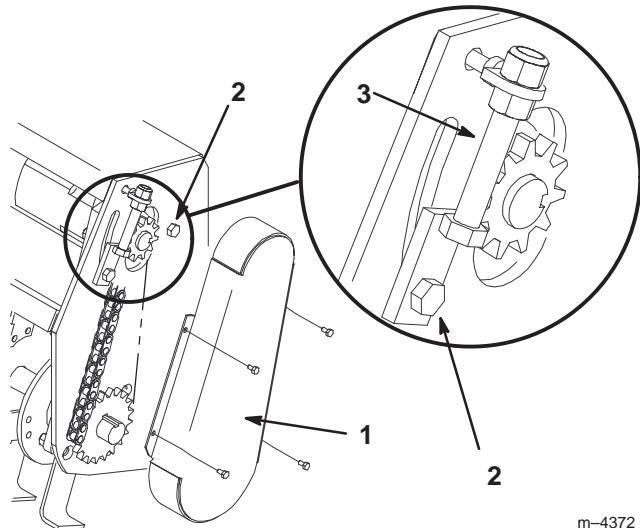

Abbildung 2
2. Die Abdeckung des Kettenantriebs abnehmen (Abb. 2).
3. Die 2 Hydraulikmotor-Montageplattenschrauben lösen (Abb. 2).
4. Mit der Einstellschraube den Hydraulikmotor nach oben bewegen, um die Kette zu spannen (Abb. 2).
5. Wenn die richtige Kettenspannung erreicht ist, die Einstellschraube und die Hydraulikmotor-Montageplattenschrauben wieder festziehen (Abb. 2).